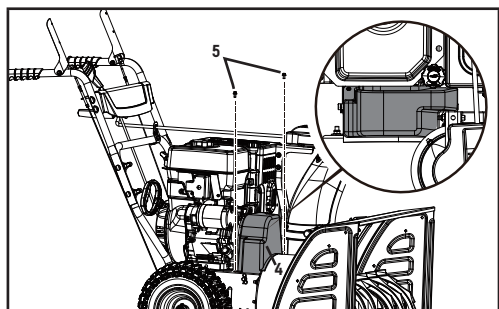

Figure 35
1. Enlevez le couvercle en plastique de la courroie (4) sur le devant du moteur en enlevant 2 boulons M6 × 16 (5) (figure 35).